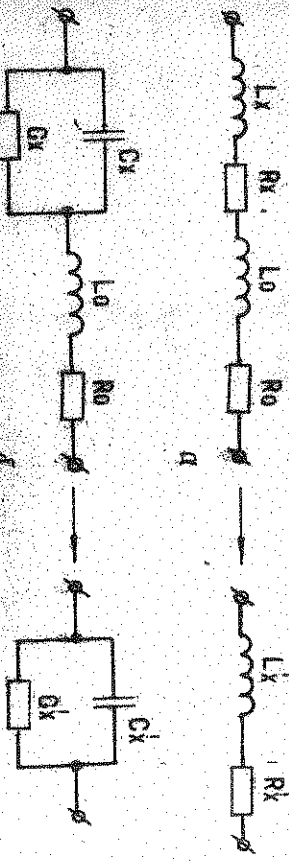

Рис. 9.1. Схема включения остаточных параметров:
9.1.1. Подключите к измерителю устройство присоединительное (Е7-12). Расположение элементов в устройстве присоединительном (Е7-12) приведено на рис.9.1а.
нительную погрешность измерения, приведена на рис. 9.1.
Рис. 9.1а. Расположение элементов в устройстве присоединительном (В7-12)